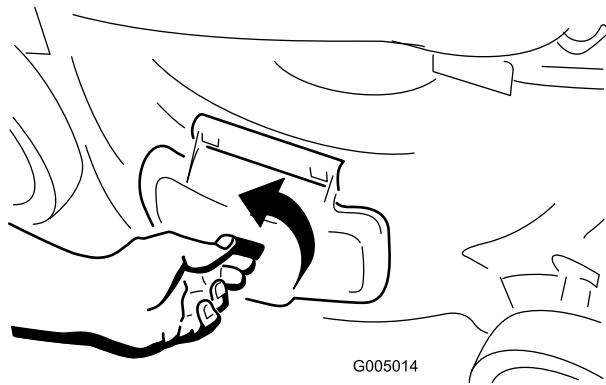

Рисунок 20
1. Разблокируйте боковую выпускную дверцу (Рисунок 20).